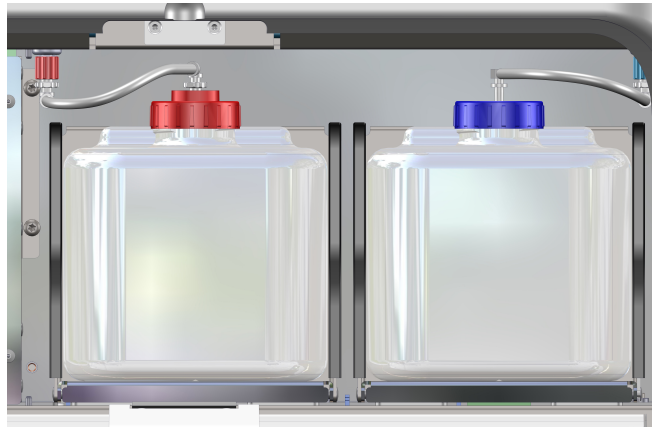

Figura 61
2. El recipiente iWASH PRO se encuentra en la bandeja para recipientes de la derecha (Figura 61).